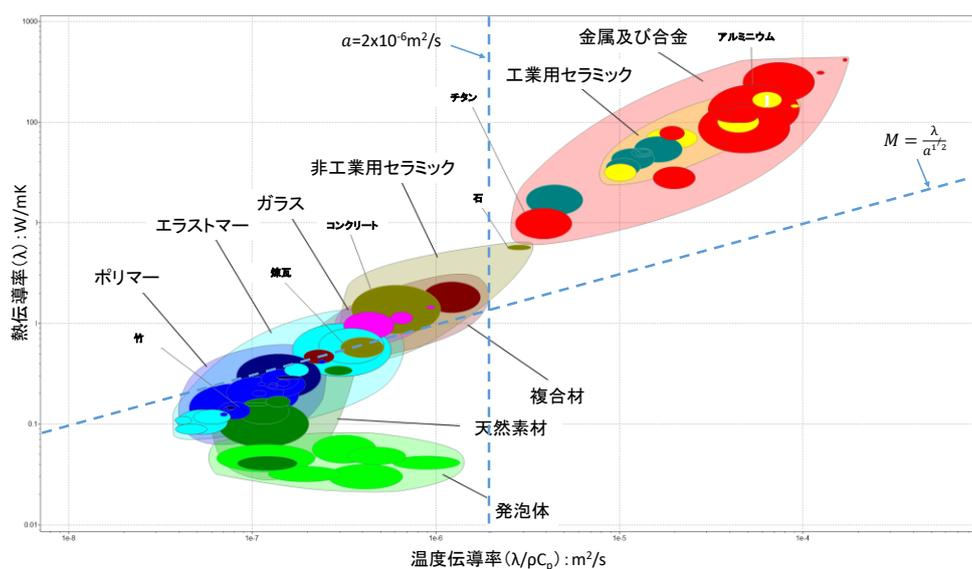
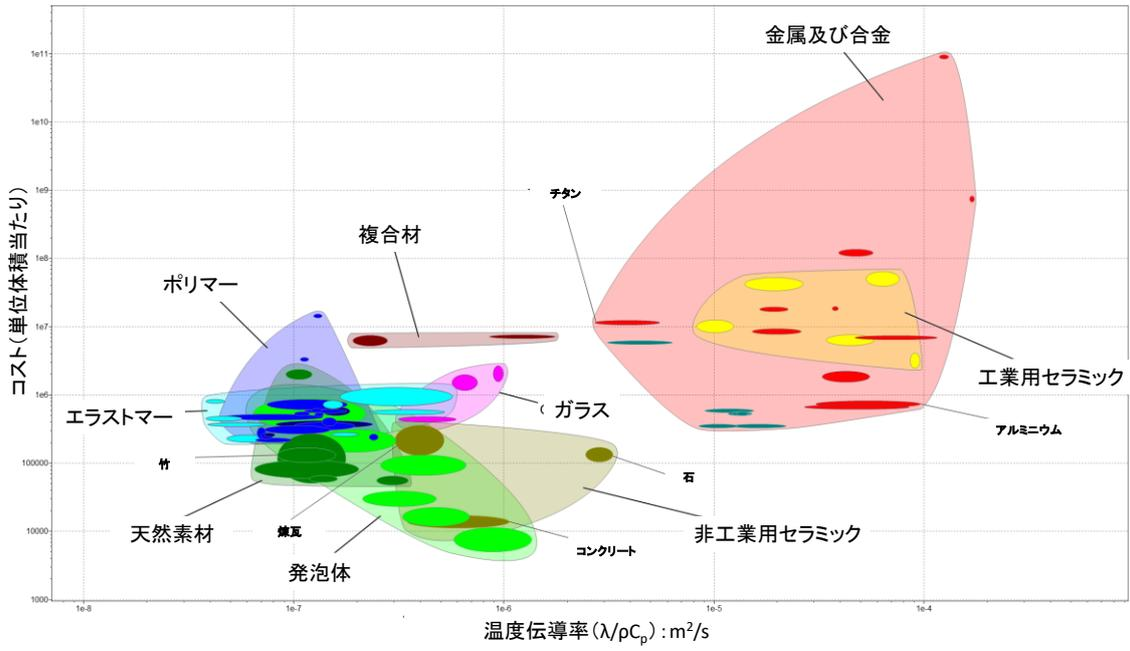

図 2 太陽熱を利用した蓄熱壁の設計指標
図3 コストと熱特性の関係
以上より導出された指標をもとに作成したのが図2の Ashby マップである。縦軸に熱伝導率 [ $\text{W}/\text{mK}$ ]、横軸に温度伝導率 [ $\text{m}^2/\text{s}$ ] を取り、図中に式(6)の設計指標  $M$  と制約条件(8)を示す。式(8)は有効日照時間 ( $t=6$ 時間)、壁厚 ( $L=0.2\text{m}$ ) の場合の値を示
している。M 値は大きいほど良いので図 2 により、金属が最も良く、次いで非工業用セラミックが良いことが分かる。金属に関して、アルミニウムとチタンを記した。また、工業用セラミックに関しては経験的に壁に使用されている石、コンクリート、煉瓦の位置を示す。また、参考として天然素材の一つである竹の位置も示す。これら 6 つの材料の M 値はアルミニウム、チタン、石、コンクリート、煉瓦、竹の順に高いことが分かる。一方、式 (8) の解釈であるが図では日照時間が 6 時間で壁厚が 0.2m の時の相当温度伝導率  $\alpha$  の値を示した。これはこの値がベストということではなく、日照時間が 6 時間で壁厚が 0.2m という制約条件の下ではこの線より右側の材料を使用しても得られる熱量は同じということを意味している。例えば、日照時間が短く、壁厚がもっと厚くできるのであれば右側の材料の方が良いということになる。
一方、実際に材料選定を行う際に重要となるのがコストである。そこで、コストと熱特性の関係を図 3 に示す。縦軸に単位体積当たりのコスト、横軸に温度伝導率を取っている。図 2 と同様に 6 種類の材料の位置を示す。これからコスト的に優れている (安い) のはコンクリート、石、竹、煉瓦、アルミニウム、チタンの順番となる。この結果と図 2 の結果から総合的に材料選定を行うことになるが、コンクリートと石が良さそうで、条件によってはアルミニウムということも考えられる